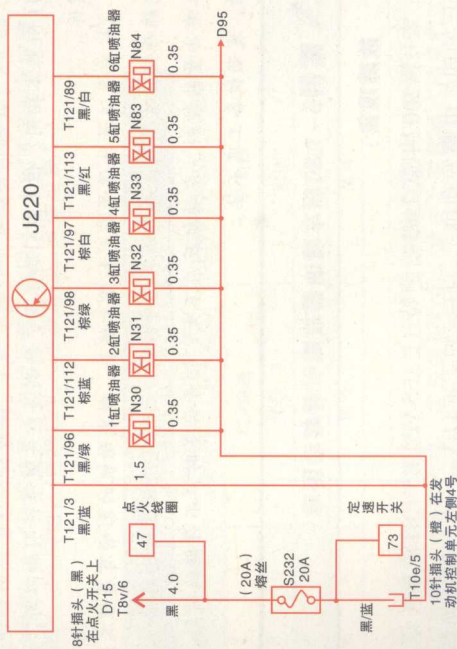

图1-2 S232熔丝电路图
1) 如图1-2所示, 烧断的熔丝是S232 (20A), 该熔丝是给发动机控制单元、六个燃油器和定速开关供电的。